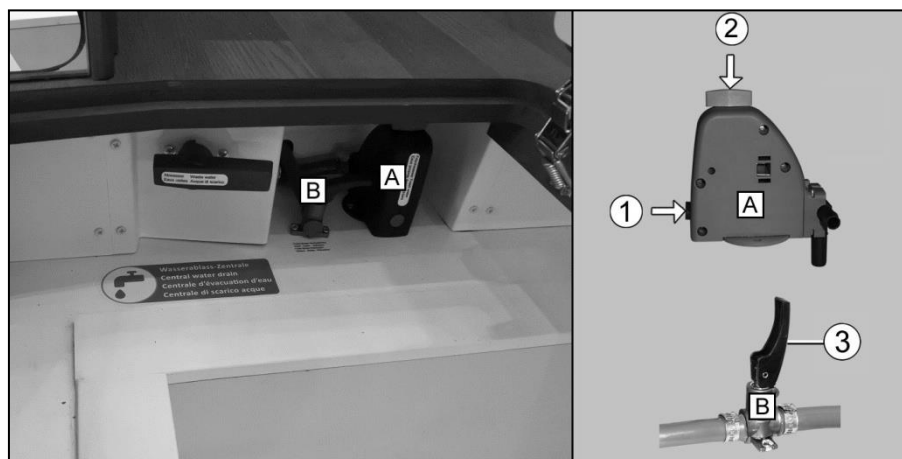

Fig. 116 Robinet de vidange (A) Chauffe-eau/robinets de vidange (B) Circuit hydraulique
Les robinets de vidange (Fig. 116/A et B) sont installés à proximité du chauffage à l'air chaud dans le double plancher au niveau de la porte d'accès. L'accès aux robinets de vidange est uniquement possible via une trappe dans le plancher.
- Placer le culbuteur (Fig. 116/3) des robinets de vidange (Fig. 116/B) uniquement horizontalement ou verticalement. Ne pas les tordre ! Le fait de tordre le culbuteur risque d'endommager le robinet de vidange et va le rendre non étanche. En cas de non-respect, la garantie Carthago prend fin.
1. Fermer le robinet de vidange (Fig. 116/A). Appuyer sur la touche (Fig. 116/1) tout en la verrouillant (Fig. 116/2).
2. Fermer les robinets de vidange (Fig. 116/B). Pour cela, placer les culbuteurs (Fig. 116/3) horizontalement.
3. Ouvrir le robinet de vidange (Fig. 116/A). Pour ce faire, tourner le verrou tournant (Fig. 116/2) dans le sens anti-horaire.
4. Ouvrir les robinets de vidange (Fig. 116/B). Pour cela, placer les culbuteurs (Fig. 116/3) verticalement. Ainsi, le chauffe-eau est vidangé via les robinets de vidange.